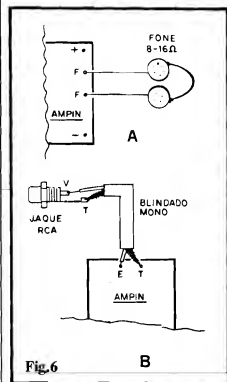

Fig. 6
- FIG. 6 - OUTRAS POSSIBILIDADES DE CONEXÃO... - Se, no lugar de alto-falante, o Leitor/Hobbysta preferir a utilização de fones de ouvido (ou "de cabeça"...), nada mais simples: basta conectar os fios vindos dos ditos fones aos pontos originalmente indicados para ligação do alto-falante ("F-F"). Eventualmente, a intervenção de um **jaque** apropriado ("casando") com o **plugue** do cabo dos fones, poderá tornar a conexão mais prática elegante... Observar: que o AMPLIFINHO é um circuito de amplificação de um canal (mono, portanto...) e assim, se um fone estéreo for utilizado, será necessário "macetear" o dito **jaque**, colocando em "curto" seus dois terminais "vivos", de modo que o mesmo canal de áudio seja enviado aos dois fones... As ligações do fone são vistas em 6-A... Já em 6-B temos a forma prática de dar a Entrada de sinal do AMPLIFINHO de um conveniente **jaque** (no caso, do tipo RCA...), que proporcionará também uma certa facilidade de conexão para cabagens que "tragam" o dito sinal, e sejam originalmente terminadas num **plugue** compatível... Notar que outros tipos de jakes também podem ser usados (J2, por exemplo...), desde que - em qualquer caso - respeitadas as identificações do "vivo" e do "terra" em correspondência aos respectivos condutores do cabo blindado... Lembrar sempre que esse setor (Entrada) é muito crítico quanto à captação de zumbidos oriundos do "campo" de 60 Hz, e assim qualquer "mancadinha", inversão ou contato indevido, entre cabos, plugues, jakes, ilhas e trilhas da placa e o "escabau", pode gerar probleminhas, nesse sentido... Então... caprichem...!